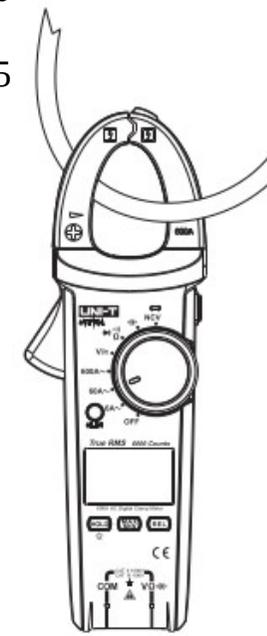

Figura 4
1. Corriente Alterna (Ver figura 4)